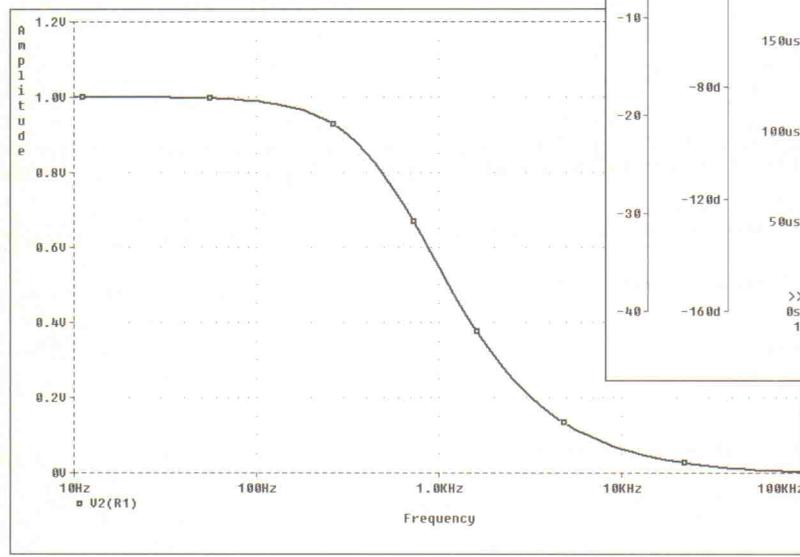

Bild 2. Das erste Simulationsergebnis zeigt den typischen Spannungsverlauf eines Tiefpasses, aufgetragen gegen die Frequenz.
Nun ruft man den Simulator auf – unter DOS 'PSPICE1 LC.CIR', unter Windows aus dem Schematic unter dem Menüpunkt 'Analyse'. War die Berechnung erfolgreich, geht es gleich weiter zum Grafikausgabeprogramm. PROBE bedient sich dabei der Simulationsergebnisse, die PSpice in einer Datei mit der Endung *.DAT abgespeichert hat (hier LC.DAT). Mit dem Befehl 'Add Trace' läßt sich der interessierende Knotenpunkt zum Beispiel V(2) selektieren, danach erscheint der Graph zu den Simulationsberechnungen auf dem Bildschirm (Bild 2). Die Ach-